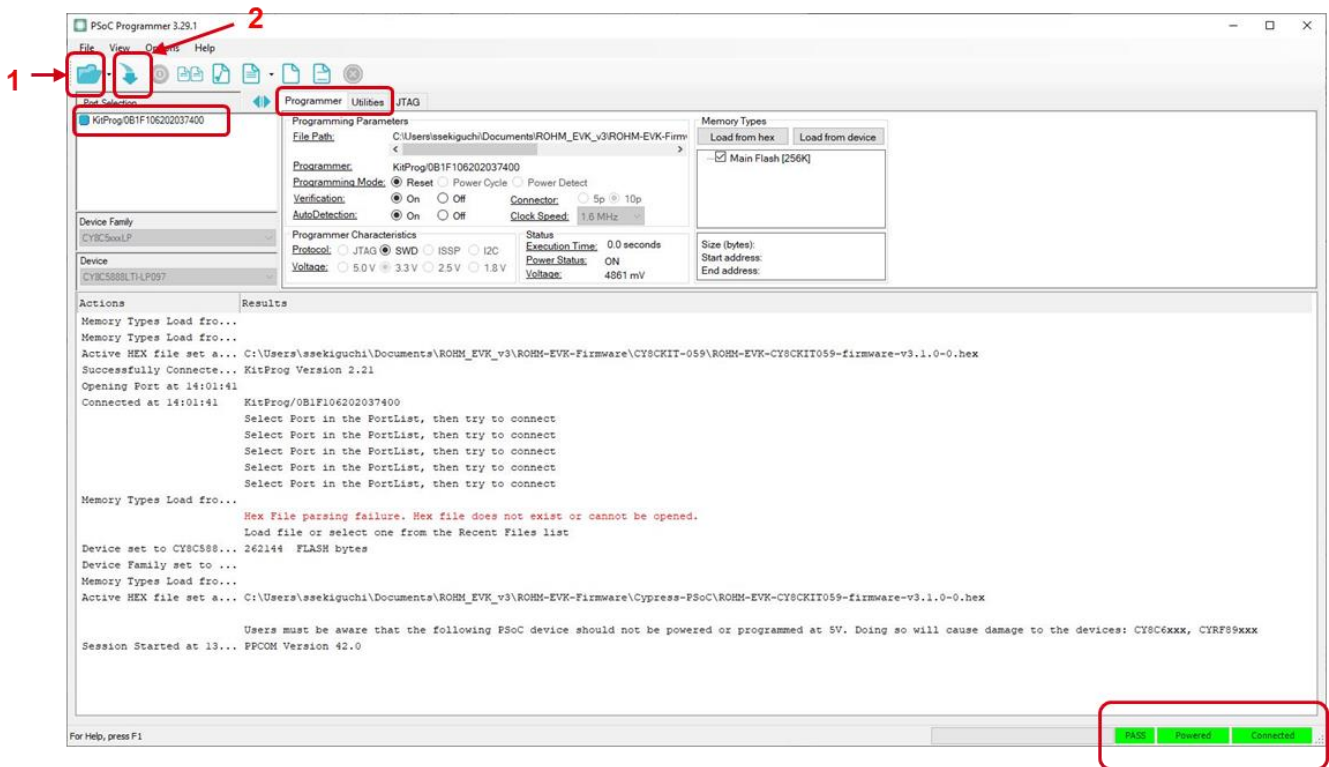

Figure 101. PSoC プログラマー-GUI
4. コンピューターで PSoC プログラマーアプリケーションを開きます。開いたら、Powered and Connected ステータスメッセージがステータスバー（ウィンドウの右下）に表示されていることを確認します (Figure 101)。そうでない場合は、CY8CKIT-059 プロトタイピングキットが USB ポートに正しく接続されていることを確認してください。
- 次に、[フォルダを開く(File Load)]ボタン (Figure 101、番号 1) を押すか、メニュー ([ファイル(File)]> [ファイルの読み込み (File Load...)]) または F4 キー (Figure 101) を押して、手順 2 で説明したファームウェアの 16 進ファイルを選択します。
6. 次に、下矢印ボタン (Figure 101、番号 2) を押すか、メニューから ([ファイル(File)]> [プログラム(Program)]) または F5 キー (Figure 101) を押して、CY8CKIT-059 プロトタイピングキットのファームウェアをフラッシュします。